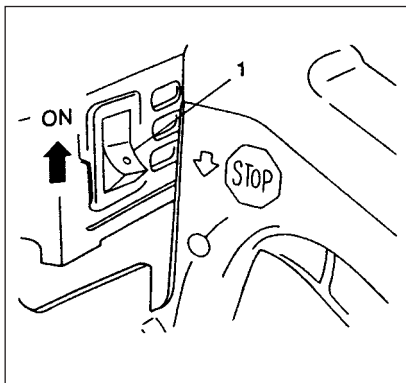

Fig. 2-2
#### Start (Fig. 2-2, 2B, 3, 4, 4B)
1. Sett tenningsbryteren (1) i posisjon ON (PÅ). (Fig. 2-2)